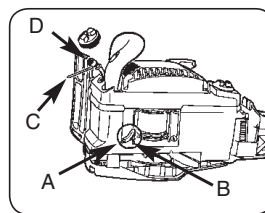

Рис. 16
2. Используя проволоку, оканчивающуюся крючком (С) вытяните масляный фильтр (D) из резервуара. Полностью снимите фильтр и шланг.
5. Отрежьте шланг до необходимой длины и положите его на прокладку масляного насоса (Рис. 16).